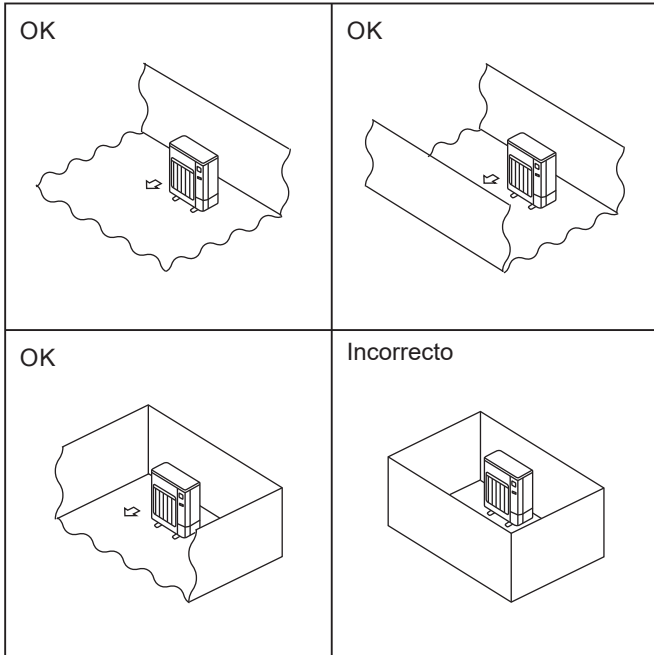

Fig. 2-1
- Ⓞ Instale las unidades exteriores en un lugar donde al menos uno de los cuatro lados esté abierto, y en un espacio lo suficientemente grande y no elevado. (Fig. 2-1)